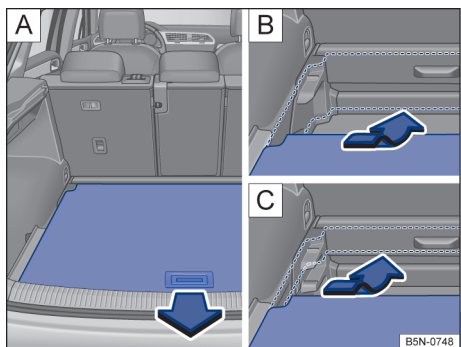

Fig. 181 No compartimento de bagagem: ajustar a altura do assoalho do compartimento de bagagem.
- Levantar o assoalho do compartimento de bagagem e puxar para trás tirando dos guias nos lados do compartimento de bagagem → Fig. 181 A.
- Colocar o assoalho do compartimento de bagagem nas guias da altura desejada e puxar para frente até o batente → Fig. 181 B, C.